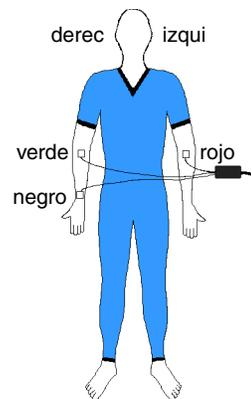

Figura 1
3. Coloque tres parches de electrodos en los brazos del sujeto y conecte los cables a los parches de electrodos como se ilustra en la Figura 1.
2. Colocar los electrodos adhesivos en la muñeca derecha, antebrazo derecho, justo frente al codo y antebrazo izquierdo justo frente al codo (Figura 1). Presione los parches con firmeza para tener una mejor adherencia y calidad de la señal.